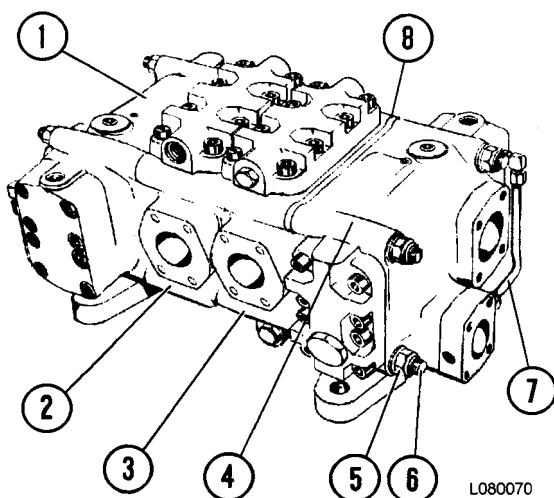
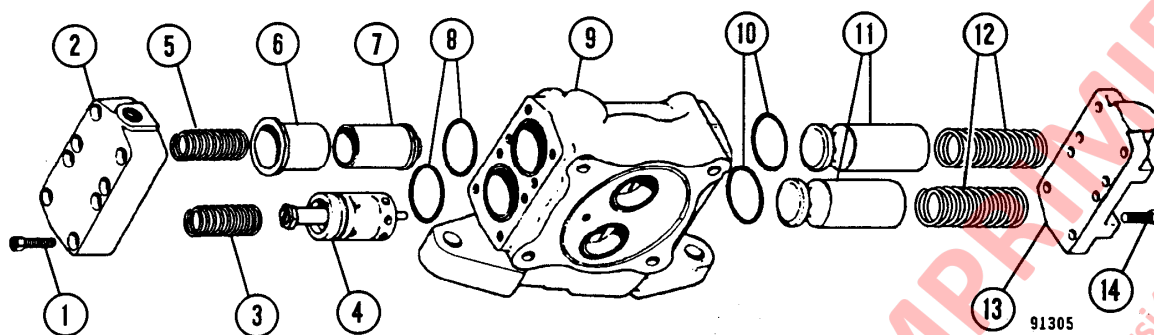
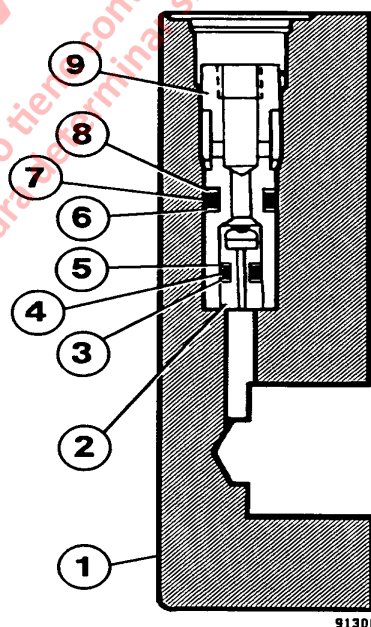

FIGURA 8-2. CONJUNTO DE LA VALVULA DE ELEVACIÓN
FIGURA 8-5. DESENSAMBLADO DE LA SECCION DE ENTRADA
FIGURA 8-6. DESMONTAJE DEL CABEZAL MOVIL DE RESTRICCIÓN(Cubierta de Entrada)
Nota: La válvula se debe posicionar con la placa separadora (8, Figura 8-2) hacia la parte delantera del camión.
1. Saque las cuatro tuercas y golillas del tirante de acoplamiento (7, Figura 8-2) de un extremo de la válvula. Deslice las varillas de la válvula y separe las secciones.
- Desconecte el tubo externo (7, Figura 8-2) en el extremo de la cubierta y saque. Saque los pernos (14, Figura 8-5), saque la cubierta (13). Saque los resortes (12), válvulas de retención (11) y anillos de goma (10).
NOTA: Si se requiere sacar el cabezal móvil de restricción en la cubierta (2, Figura 8-5), consulte el paso 4 y la Figura 8-6.
2. Si ha desmontado el cabezal móvil de restricción (2, Figura 8-6), vuelva a montar en el orden que se muestra.
3. Monte las válvulas de retención (11, Figura 8-5) en sus respectivas cavidades. Monte los resortes (12).
4. Monte los anillos de goma (10) y la cubierta (13). Monte los pernos (14). Apriete los pernos con un torque de **60 ft. lbs. (81 N.m)**.
5. Monte el alivio de baja presión (7) en la camisa (6) y monte el conjunto en la caja (9). Monte la válvula de alivio principal/control de flujo (4). Monte los resortes (3 y 5). Monte la cubierta (2). Monte los pernos (1). Apriete los pernos con un torque de **60 ft. lbs. (81 N.m)**. Conecte el tubo externo, apriete las tuercas con un torque de **25 ft. lbs. (34 N.m)**.
NOTA: No es necesario sacar las secciones de entrada (1 ó 4, Figura 8-2) para desensamblar la sección del carrete (2 ó 3).